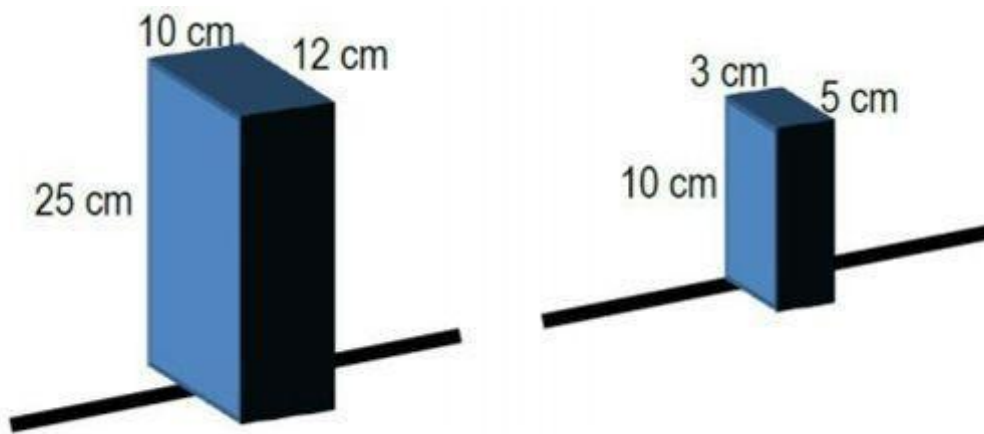

Figura 6. Dimensões do Obstáculo.
8.7 Os obstáculos devem ser contornados. Não ficarão próximos às bordas da arena. Os obstáculos serão alocados em uma região interna, distante 30 cm (± 2 cm) de qualquer borda da arena, conforme a figura 6.